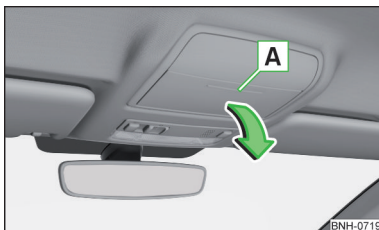

Abb. 90
- Zum **Öffnen** auf den Deckel des Brillenfachs im Bereich **A** drücken. Das Fach klappt in Pfeilrichtung » Abb. 90.